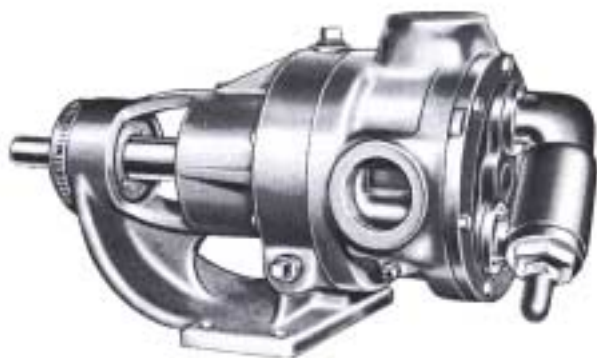

FIGURE 1 – POMPE SANS SUPPORT
Ce manuel d'entretien traite uniquement des pompes à support, à service intensif en acier inoxydable des séries 724 et 4724. Voir Figures 1 à 12 pour la configuration et la nomenclature utilisées dans ce manuel.
4. Le chapeau de la vis de réglage du clapet doit *toujours* pointer vers le côté d'aspiration de la pompe. Si la rotation est inversée, enlevez le clapet et retournez-le. Voir Figures 1.